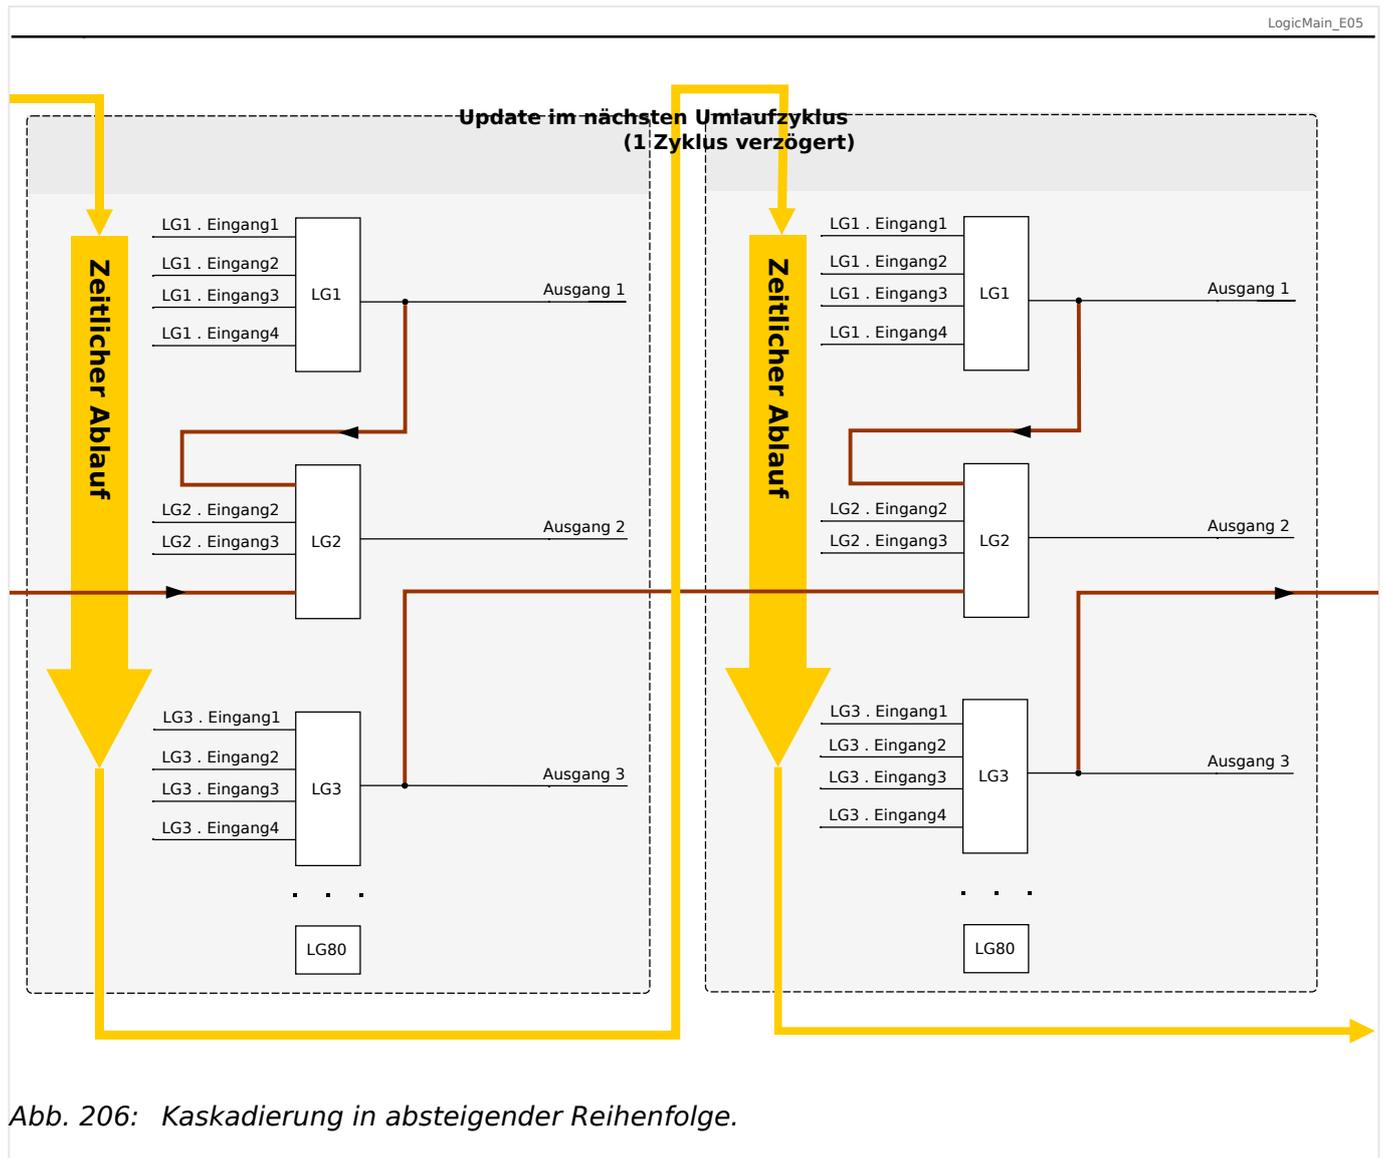

Abb. 206: Kaskadierung in absteigender Reihenfolge.
- Kaskadierung in **absteigender** Reihenfolge bedeutet, dass der Ausgang einer Logikgleichung auf den Eingang einer Logikgleichung mit **niedrigerer** Nummer rangiert wird. Das Diagramm →Abb. 206 zeigt ein Beispiel, bei dem der Ausgang von LG3 auf einen Eingang von LG2 rangiert wird.
Bei der Konfiguration des Schutzgerätes bestehen keinerlei Einschränkungen oder Unterschiede zwischen aufsteigender und absteigender Reihenfolge. Da allerdings während der Laufzeit des MCDGV4 die Logikgleichungen in aufsteigender Reihenfolge ausgewertet werden, haben die resultierenden Ausgangswerte, die am Eingang der Logikgleichung anstehen, ein unterschiedliches „Alter“, wie in →Abb. 205 und →Abb. 206 veranschaulicht wird.
Das in Abb. 206 gezeigte Beispiel zeigt eine Konfiguration von „Logikgleichung 2“, die den Ausgang von zwei weiteren Logikgleichungen, „Logikgleichung 1“ und „Logikgleichung 3“, als Eingangszustände verwendet. Hierbei ist der Ausgang von „Logikgleichung 1“ in aufsteigender Reihenfolge verwendet, sodass der Wert in jeweils demselben Prozesszyklus ermittelt wird. Der Ausgang von „Logikgleichung 3“ wird in absteigender Reihenfolge verwendet, sodass der Wert in dem jeweils vorherigen Prozesszyklus ermittelt wurde.